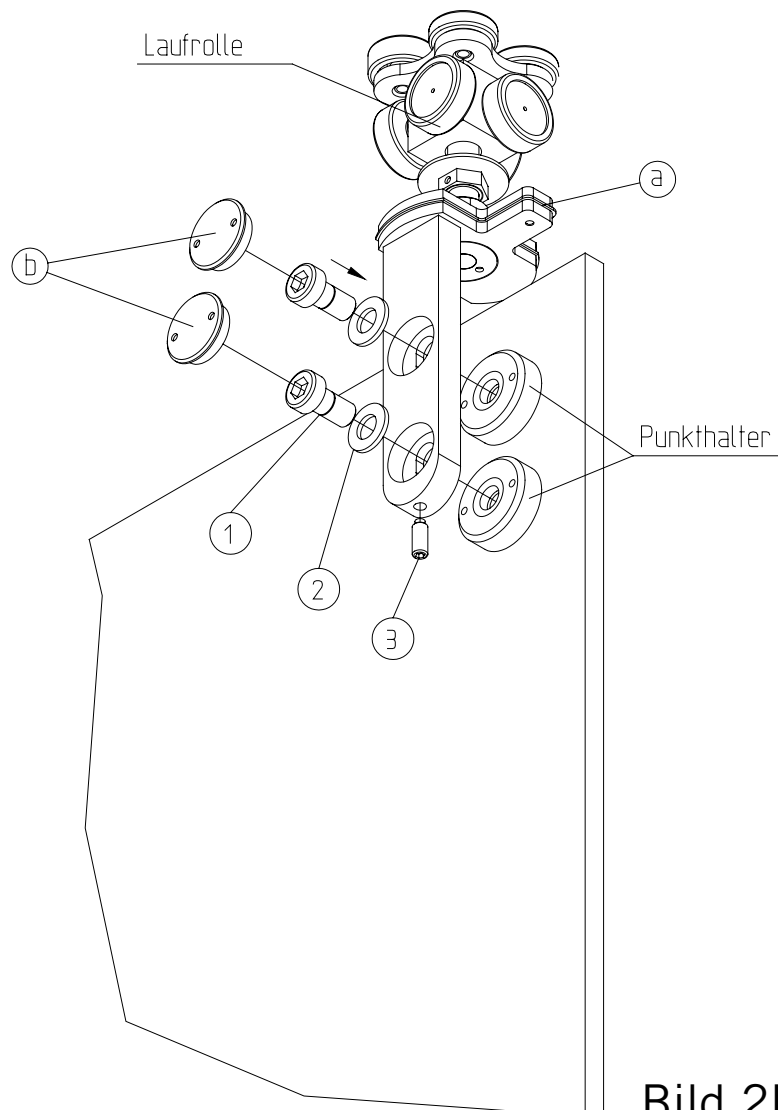

Bild 2B
**B Rollenwagen montieren (Bild 2B):**